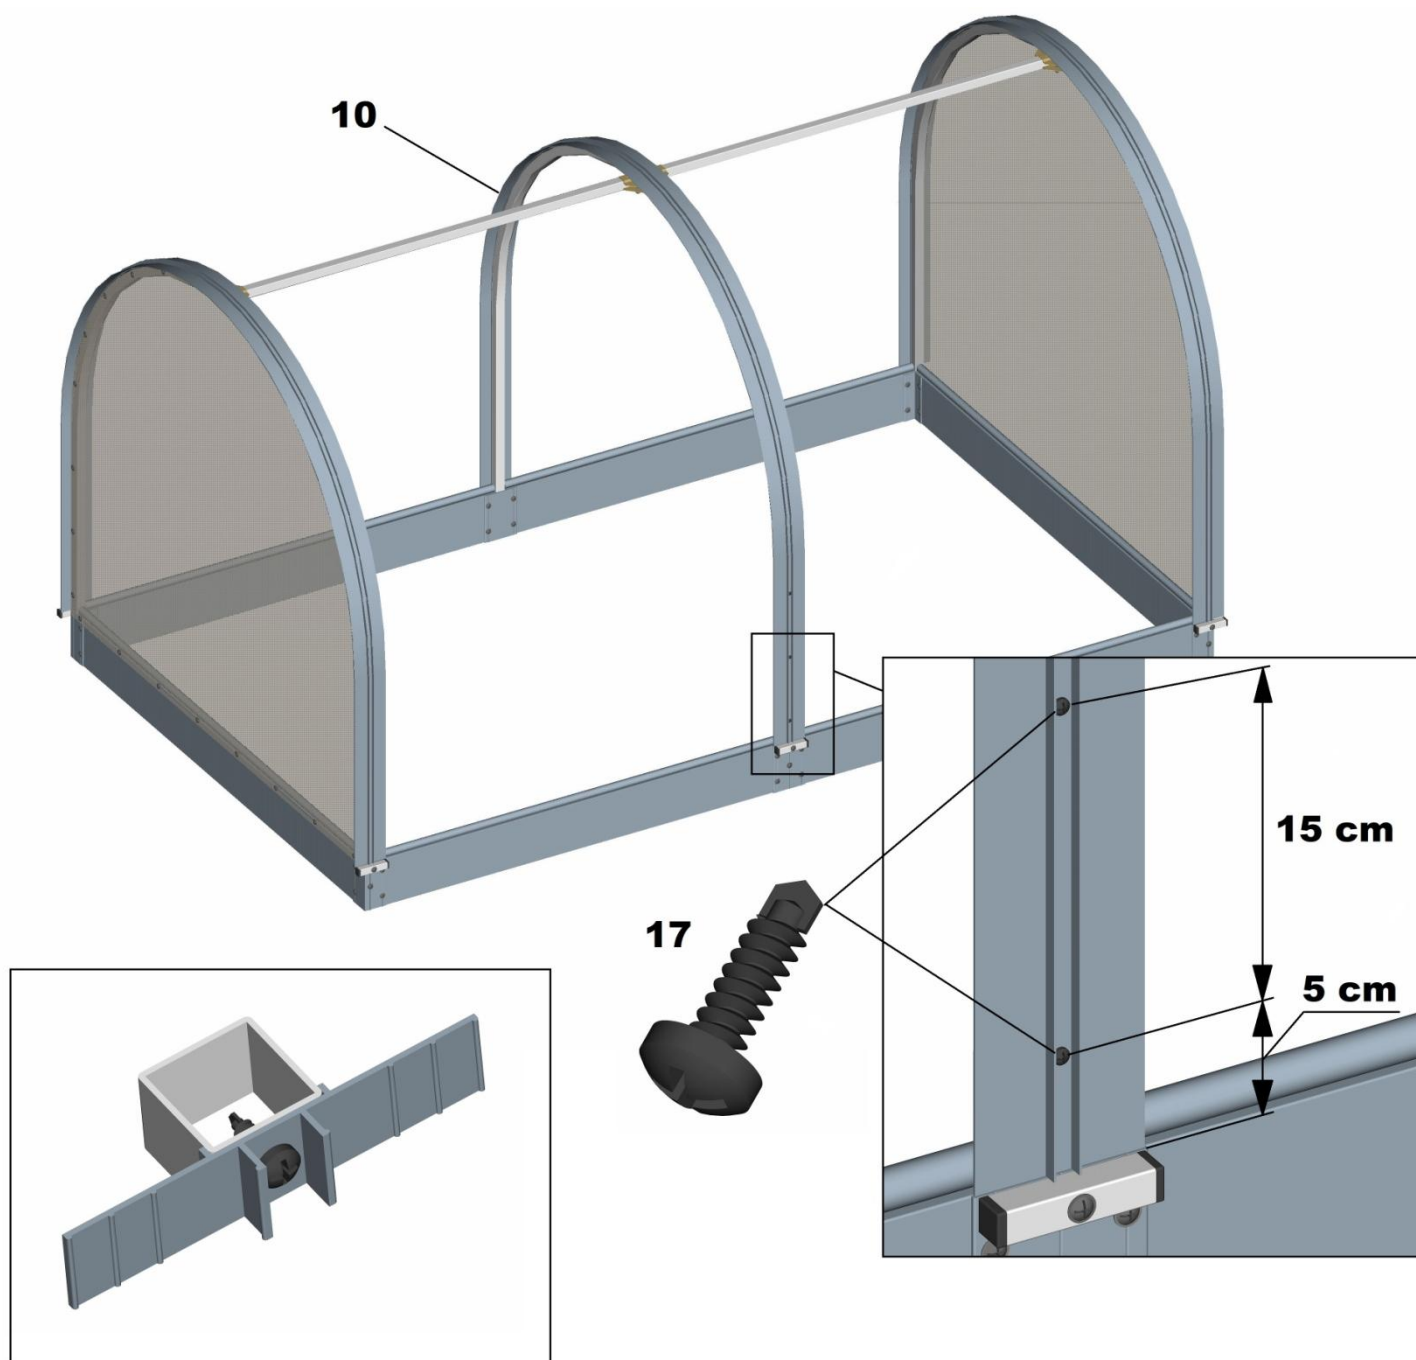

Рис. 3.7
7. Закрепите гибкий направляющий ПВХ-профиль с односторонним замком (поз. 10) на дугах каркаса как показано на рис. 3.7. Для крепления используйте саморезы типа «клоп» (поз. 17). Первый саморез вкрутите, отступив примерно 5 см от торца направляющего профиля. Остальные саморезы равномерно распределите по всей длине дуги на расстоянии примерно 15 см друг от друга. Обрежьте избыточную часть направляющих профилей так, чтобы их концы упирались в соответствующие упорные планки.